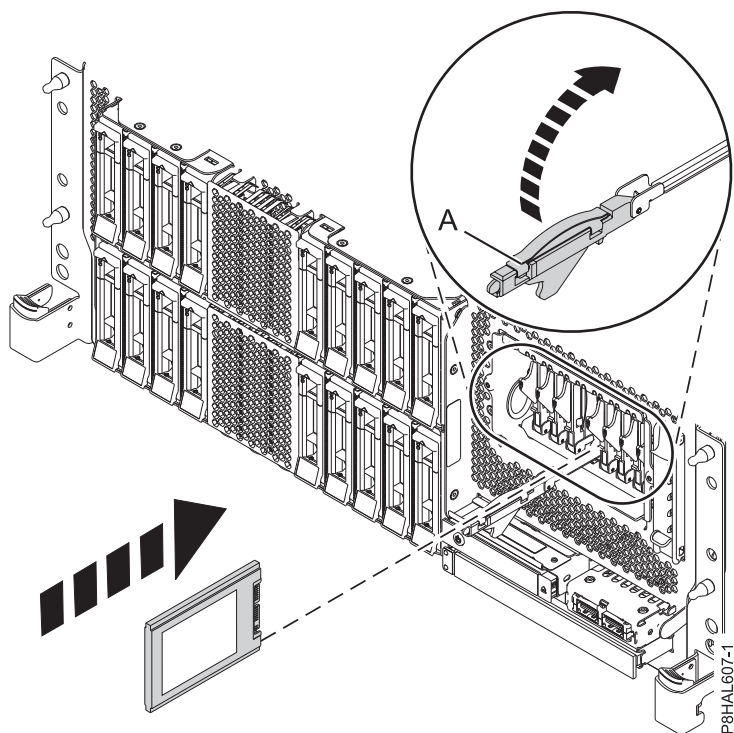
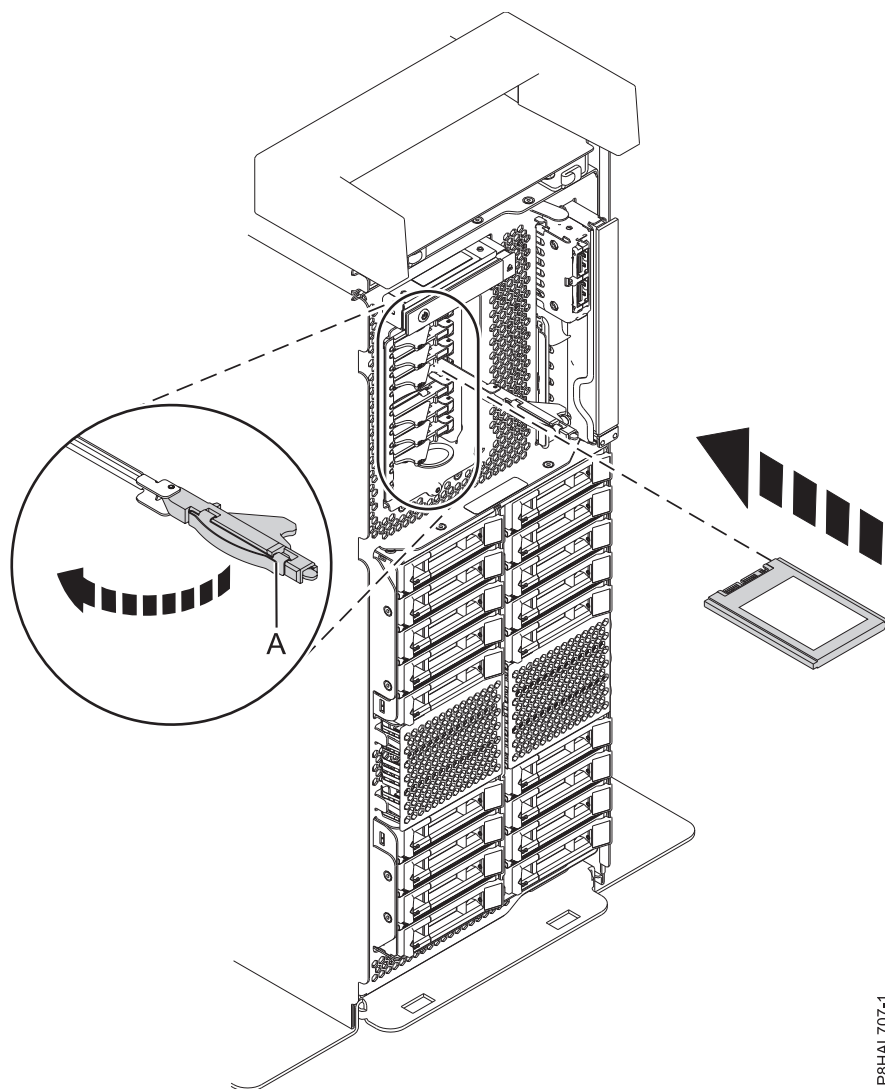

Figura 111. Substituir uma unidade SSD num sistema de função expandida montado em bastidor
Figura 112. Substituir uma unidade SSD num sistema de função expandida autónomo
15. Com a pega do compartimento de unidade de SSD (**A**) na posição desbloqueada, puxe a alavanca para fora para ter acesso às calhas na ranhura de SSD. Apoie a parte inferior da SSD à medida que a alinha com as calhas na ranhura de SSD. Consulte a Figura 111 na página 126 e a Figura 112 na página 127.
20. Bloqueie a unidade ao rodar a pega do compartimento (**A**) na direcção demonstrada em Figura 111 na página 126 e Figura 112 na página 127.